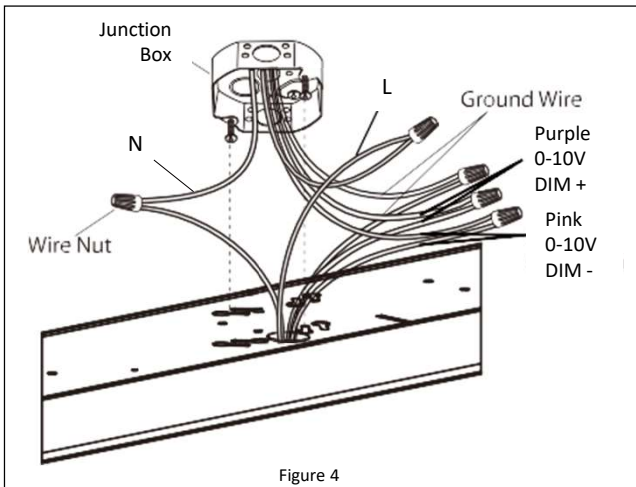

Figure 4
3. Make the wire connections Black to Line, White to Neutral and Green to Ground. Use the supplied wire nuts to secure the connections. **See Figure 4.**
3. Raccordez le fil noir au fil de phase, le fil blanc au fil neutre et le fil vert à la mise à la terre. Utilisez les capuchons de connexion fournis pour bien assurer les raccordements. **Reportez-vous à la Figure 4.**